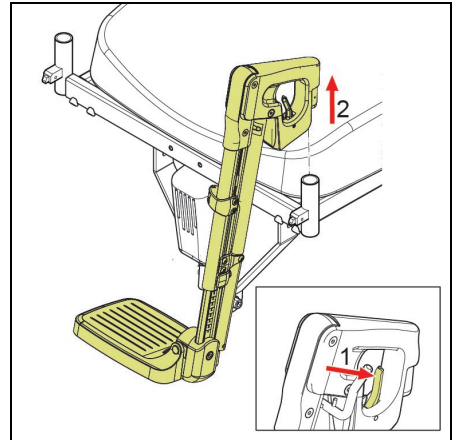

Abb. 6.2
- Drehen Sie nach Möglichkeit die Beinstützen zur Seite weg (Abb. 6.2).